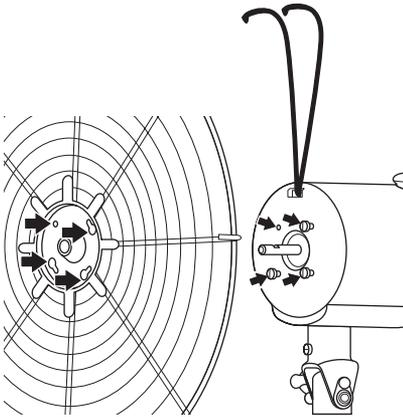

FIGURA 7
20. Alinee las tres ranuras de bocallave en la rejilla posterior con los tres tornillos restantes en la parte delantera del motor y coloque la rejilla nuevamente en la parte delantera del motor, asegurando que las arandelas estén entre la cabeza del tornillo y la rejilla posterior. Vea la Figura 7.